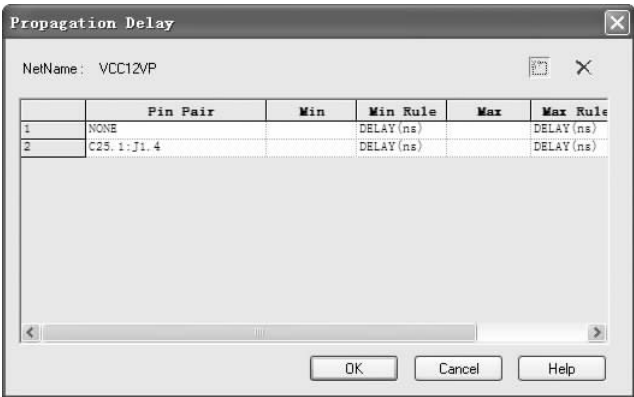

图 5-35 添加引脚对
- 单击  按钮，查看属性编辑器，新添加的属性就会出现在“PROPAGATIONDELAY”栏，如图 5-35 所示。